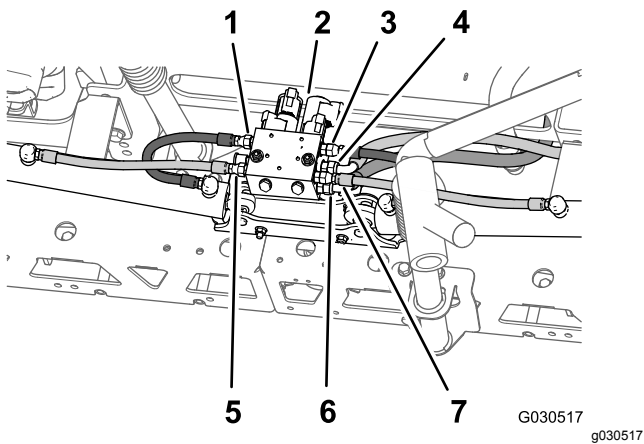

図 62
2. 機体後方で、ブーム昇降マニホルドと油圧シリンダから油圧ホースを外す 図 62。